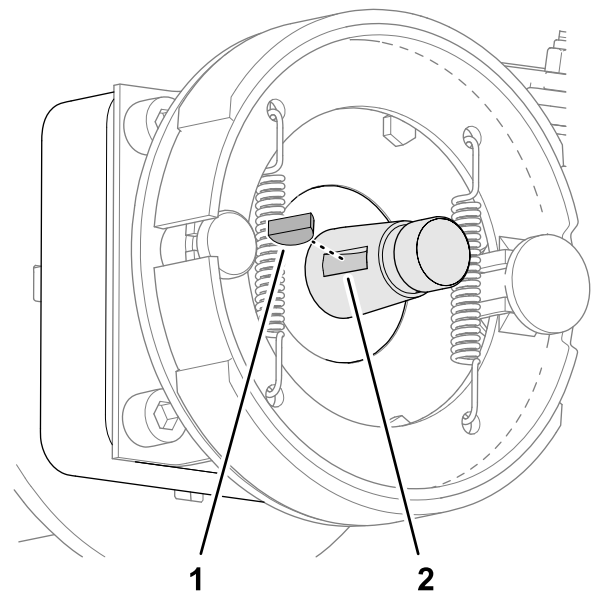

図 72
2. ホイールモータのシャフトに半月キーを取り付ける図72。